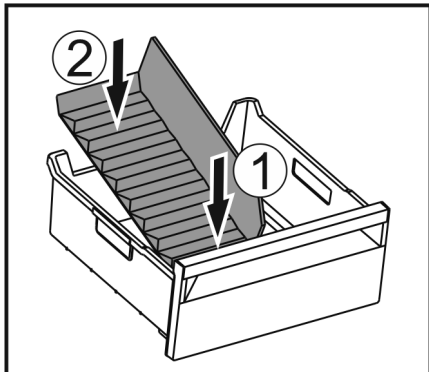

Fig. 146
- ▶ Sett inn den fremre delen av isrom-deleren. Fig. 146 (1)
- ▶ Senk den bakre delen av isrom-deleren til bunnen av skuffen. Fig. 146 (2)